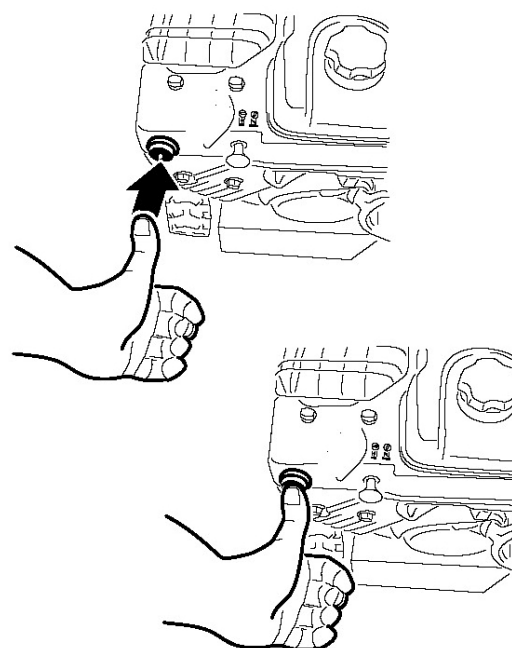

Рисунок 26.
4. Нажмите большим пальцем насос подкачки топлива 2 раза (при температуре от -9°C и выше) или 4 раза (при температуре от -9°C и ниже), каждый раз удерживайте насос в течение секунды (Рис. 26).